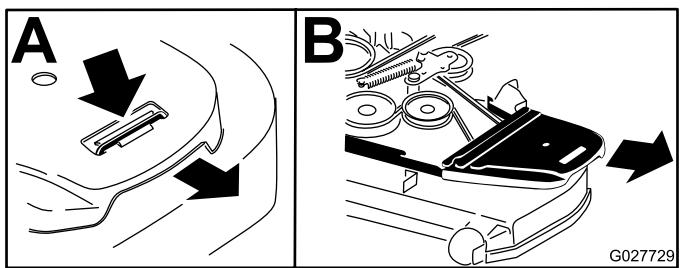

Figure 60
4. Déposez les protège-courroies (Figure 60).